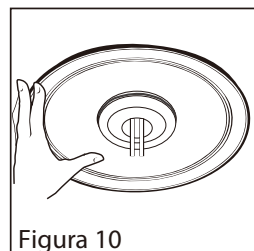

Figura 10
11. Haga la conexión eléctrica entre el espiral (M) y los cables eléctricos de su artefacto y levante el medallón decorativo y el dosel del artefacto. Fije el dosel según las instrucciones de instalación de su artefacto de iluminación (Figura 10).